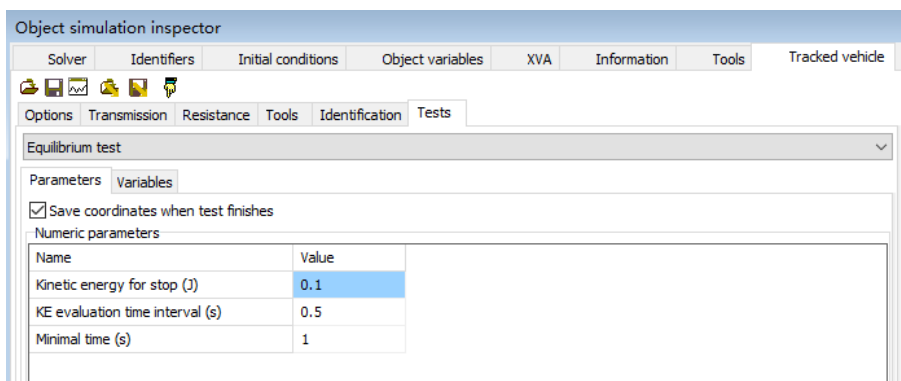

图 2.4
4. 定位到 **Tracked vehicle | Tests** 页面，缺省就是平衡位置试验 **Equilibrium test**。此处有两个子页面，**Parameters** 页面指定判断系统达到平衡位置的条件，如图 2.4 所示，表示系统总动能若在连续 0.5s 之内都小于 0.1J，则认为达到平衡，且最短计算时间为 1s。